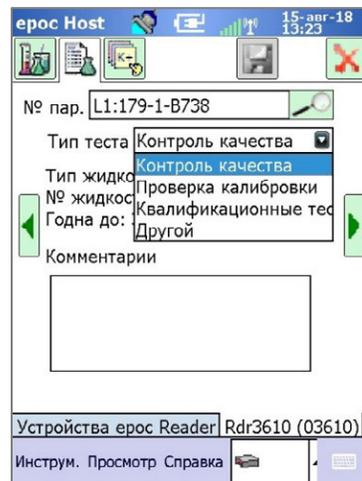

Рис. 17.
3. Выберите тип теста в раскрывающемся меню (рис. 17).